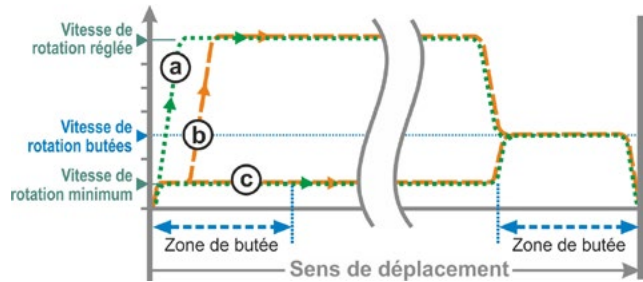

Fig. 2 : vitesse de rotation butées
- En cas de déconnexion **en fonction de la course**, le servomoteur passe immédiatement à la vitesse de rotation réglée pour atteindre un temps de course aussi court que possible. Voir aussi Fig. 2, courbe **a**.